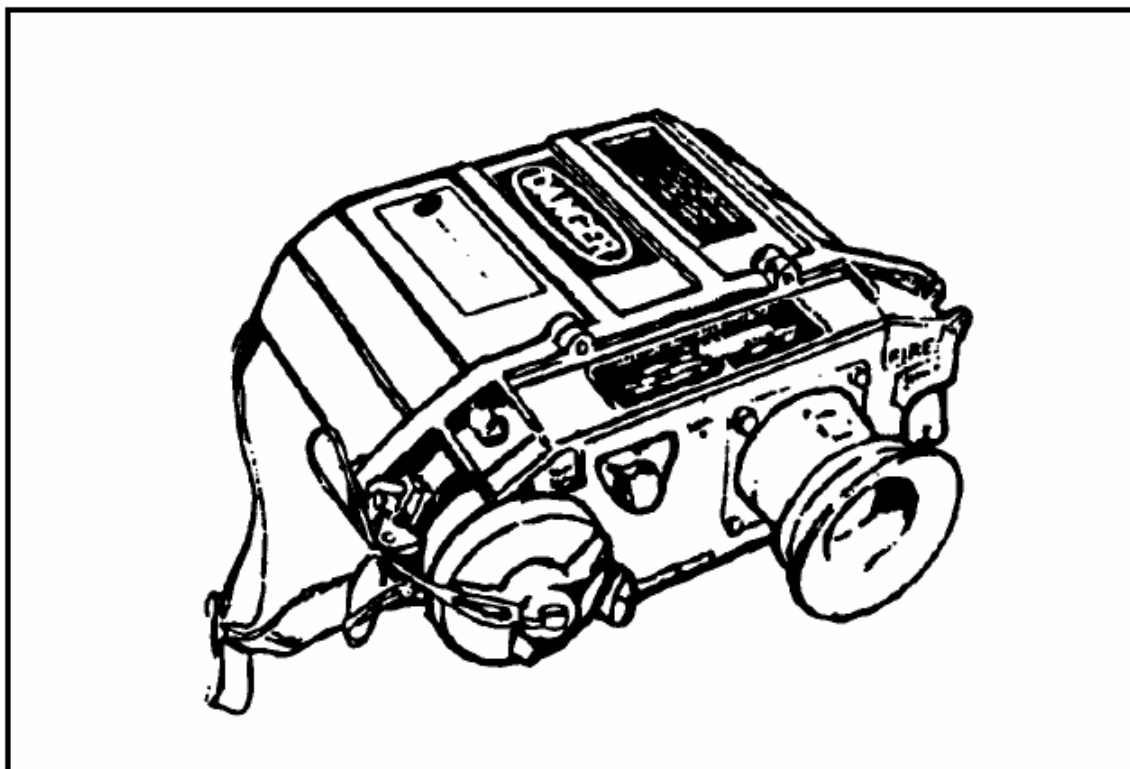

Рис. 2-29. Лазерный прибор разведки AN/GVS-5.
д. Лазерный прибор разведки AN/GVS-5. В зависимости от характера выполняемых задач, для измерения дальностей до целей снайперы могут использовать лазерный прибор разведки AN/GVS-5. Прибор AN/GVS-5 (LR) (рис. 2-29) — это ручное устройство, предназначенное для измерения дальностей в диапазоне от 200 до 9990 метров с точностью ± 10 м. Измерение дальности осуществляется путем посылки в сторону цели инфракрасного импульса и измерением времени приема отраженного луча. Измеренная дальность в метрах отображается на дисплее, находящемся в поле зрения прибора. Цена деления сетки прибора равна 10 тысячным, в поле зрения также находятся индикатор разряда батареи и индикатор наличия множества целей. Если инфракрасный импульс отражается от нескольких целей, расстояние измеряется до ближайшей из них. Импульс, генерируемый прибором, представляет собой опасность для здоровья человека, поэтому снайпер при работе с ним должен строго соблюдать меры безопасности. (См. техническое руководство ТМ 11-5860-201-10).